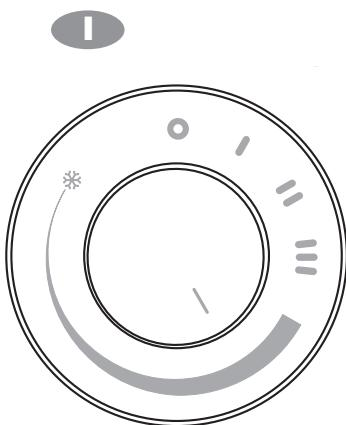

fig. 5
- Zum Einstellen der Raumtemperatur auf einen bestimmten Wert (Thermostat) den Anhaltspunkt "I" in der Skala "○" (Abb.5) verstetlen. Wenn die Raumtemperatur gleich oder höher als der Einstellwert ist, stoppt das Gerät. Wenn die Raumtemperatur niedriger als der Einstellwert ist, schaltet das Gerät bei maximaler Leistung (2000W) ein.
- Para regular la temperatura ambiente a un valor determinado (termostatación), gire el mando hasta poner la referencia "I" dentro de la escala graduada "○" (Fig. 5). Si la temperatura ambiente es igual o superior a la temperatura regulada, el aparato se detiene. Si la temperatura ambiente es inferior a la temperatura regulada, el aparato se enciende a la máxima potencia .